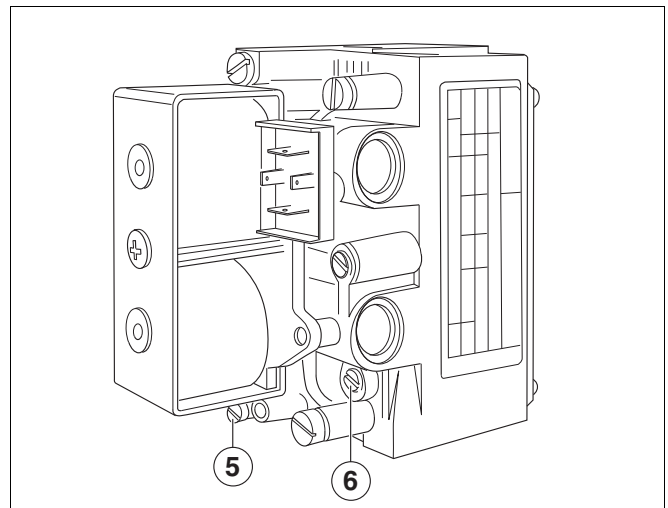

Fig. 5 Valvulería del quemador de gas SIT 830 Tandem
- Retirar el capuchón protector de la apertura de ventilación (fig. 5).
- Coloque el interruptor de servicio en la posición I (ON).
- Aproximadamente 10 segundos después de que se haya abierto la valvulería escuchará un suave clic-lea la presión en el manómetro para tubos en V y, girando el tornillo de la presión de inicio hacia la dirección de más o menos, ajuste la presión (fig. 5).